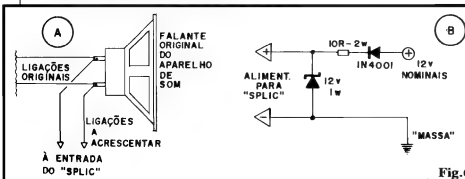

Fig.6
- **FIG. 6 - DETALHES DE INSTALAÇÃO E ALIMENTAÇÃO** - Se o aparelho de áudio ao qual o SPLIC vá ser acoplado não mostrar acessos de saída para o sinal de alto-nível a ser manejado, é possível, simplesmente, recolher o dito sinal nos próprios terminais de alto-falante do citado aparelho (6-A). Essa é a disposição ideal para conexão a pequenos rádios ou gravadores não dotados de jacks de "fone" ou para "alto-falante externo"... Se o SPLIC for instalado em veículo, obviamente que a alimentação geral deverá ser "puxada" dos próprios 12V nominais do sistema elétrico local... Recomendamos, porém, a intercalação do pequeno módulo de proteção ilustrado em 6-B, composto de um diodo comum (1N4001), um resistor de 10R x 2W e um diodo zener para 12V x 1W... Esse pequeno arranjo protegerá os Integrados contra eventuais surtos de Tensão, inibindo também uma eventual conexão invertida (em polaridade...).